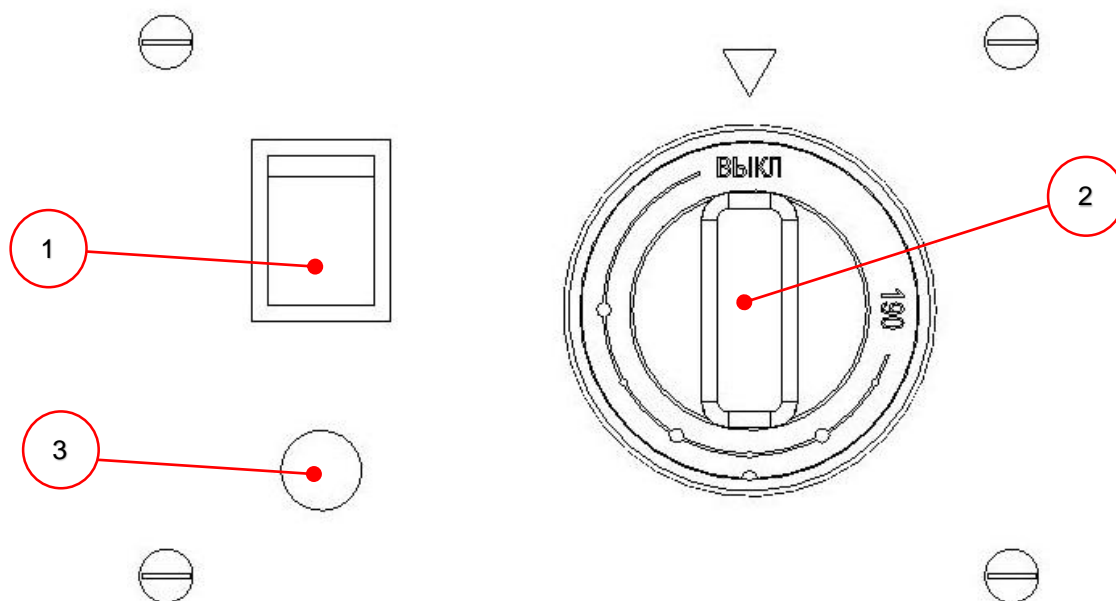

Рисунок 4
2.3.3 Нажать клавишу включения поз.1 рисунок 4.
2.3.4 Повернуть ручку переключателя поз.2 рисунок 4 на необходимую температуру, включится нагрев масла до установленной температуры, загорится лампочка нагрева поз.3 рисунок 4.
2.3.5 После того как температура масла достигла установленного значения, лампочка нагрева поз.3 рисунок 4 погаснет, можно начинать готовить.
По завершении работы на фритюрнице необходимо повернуть ручку переключателя поз.2 рисунок 4 на ноль и нажать кнопку поз.1 рисунок 4, после чего лапочка нагрева и нагрев масла отключатся, масло начнет остывать.
- Выключить фритюрницу нажатием на кнопку поз.1 рисунок 4 и повернуть ручку переключателя поз.2 рисунок 4.
- Включить фритюрницу нажатием на кнопку поз.1 рисунок 4 и повернуть ручку переключателя поз.2 рисунок 4.